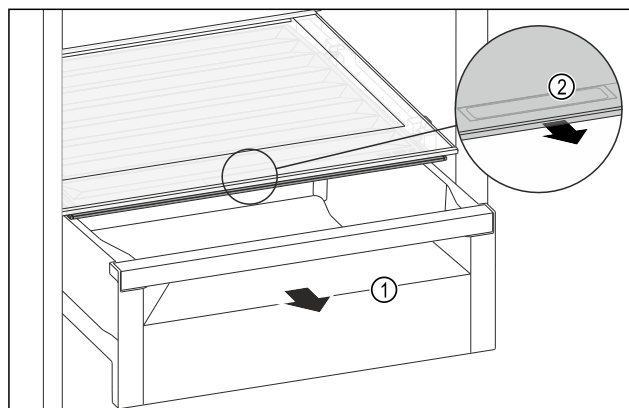

Fig. 220
- ▶ Tërhiqni jashtë sirtarin Fig. 220 (1).
- ▶ Kapni dorezën e futur Fig. 220 (2) në kapakun e ndarjes dhe në të njëjtën kohë tërhiqni përpara kapakun e ndarjes.